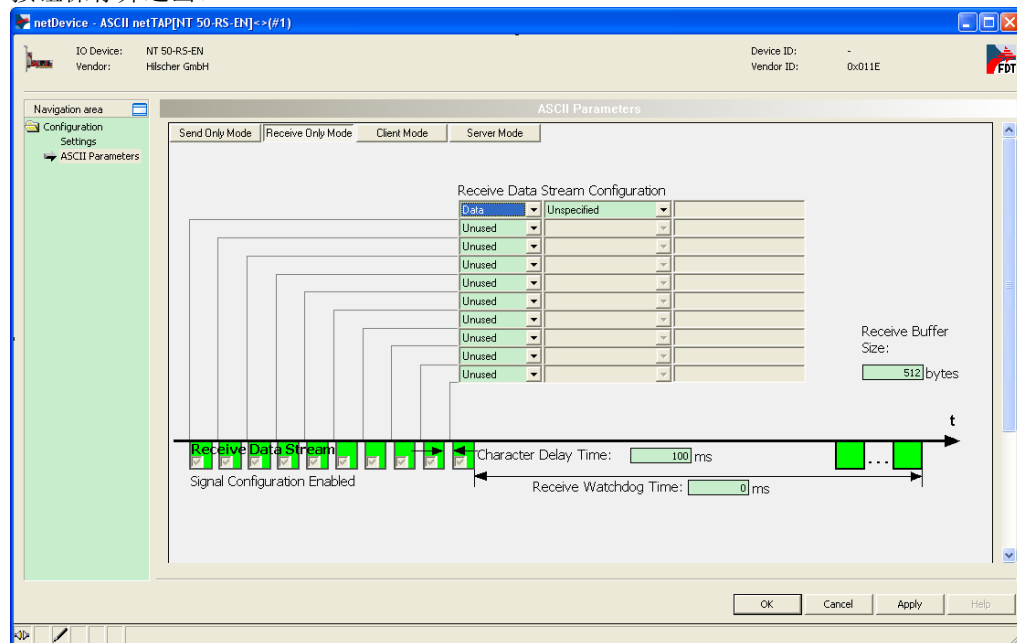

图 25
- 9) 选择左侧导航栏的“ASCII Parameters”，如图 25 设置。表示网关只接收对方串口设备的数据，而不发送数据给串口设备，数据是透明传输。对话框中的“Character Delay Time”设置为 100ms，表示当串口字符间的间隔时间超过 100ms，此时网关认为一帧数据结束。设置好之后，同样单击 OK 按钮保存并退出。